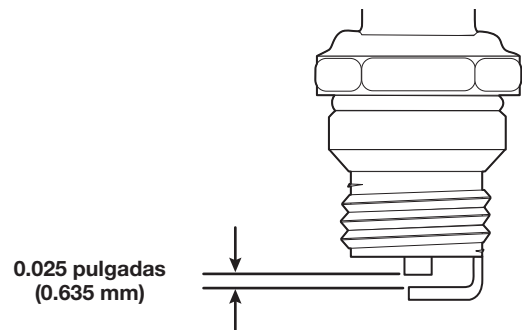

Fig. 35
6. Use un calibrador de separación para ajustar una separación de aire de **0.025 pulgadas (0.635 mm)** (Fig. 35).